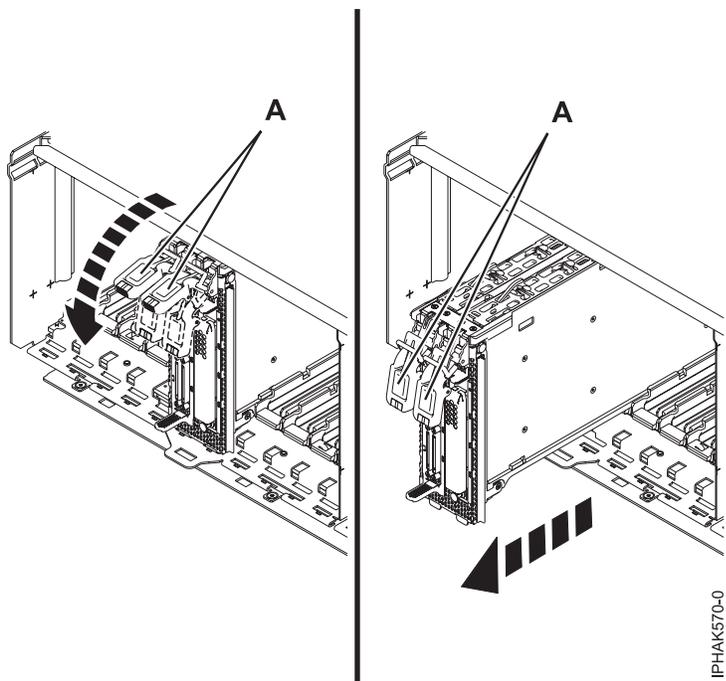

Figure 63. Retrait du bloc-cassette de l'unité d'extension d'entrée-sortie
- a. Vérifiez que les bras de verrouillage (A) sont abaissés, comme indiqué dans la figure 63, à la page 77.
- c. Sortez soigneusement le bloc-cassette de l'unité d'extension d'entrée-sortie. Voir figure 63, à la page 77.